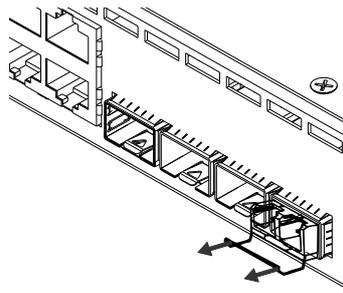

Figura 46. Removendo os Módulos SFP
- Retire o módulo pela aleta conforme ilustrado na Figura 46.